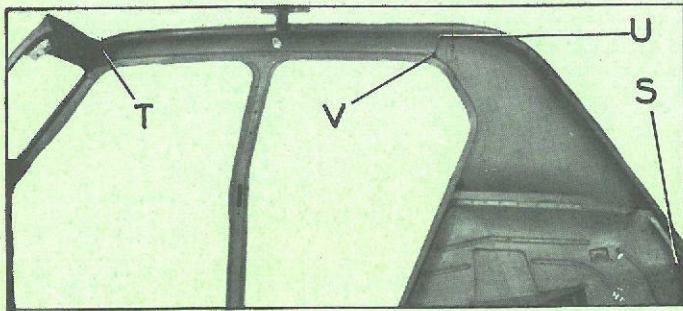

Fig. 8
- TS (fig. 8),
14. Souder (autogène) en UV (fig. 8).